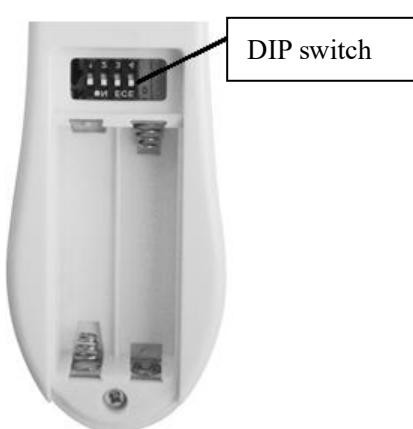

Fig. 11 Vano batterie del telecomando
- Il telecomando è alimentato da 2 batterie AAA da 1,5 V. Rimuovere il coperchio del vano batterie sul retro del telecomando e inserire 2 batterie AAA. Assicurarsi di rispettare la polarità indicata all'interno del vano batterie (**Fig. 11**) (batterie non incluse).